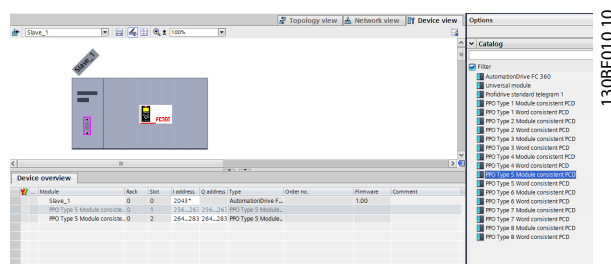

Рисунок 3.7 Перетаскивание PPO типа 6 (согласование по слову) в первое гнездо
8. Настройте данные периферийных входов и выходов. Настройки данных в периферийной области передаются циклически через разные типы PPO. Перетащите PPO типа 6 (согласование по слову) в первое гнездо, см. Рисунок 3.7. Подробнее о типах PPO см. глава 4 Управление.